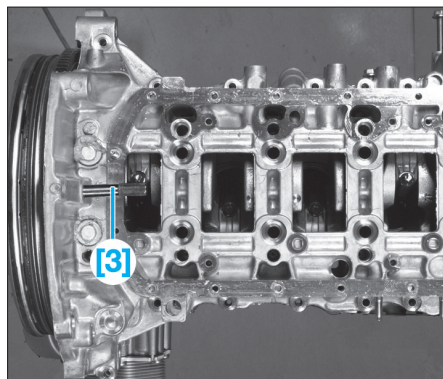

Fig. 10
- Mettre l'outil [3] dans le trou situé dans le carter chapeau du vilebrequin (Fig.10).